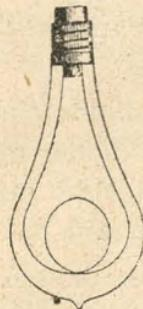

Fig. 213.—Lámpara de incandescencia.
**3. Incandescencia en el vacío.**—Las lámparas de incandescencia aprovechan el calor producido por una corriente que atraviesa un hilo fino introducido en el circuito (fig. 213).